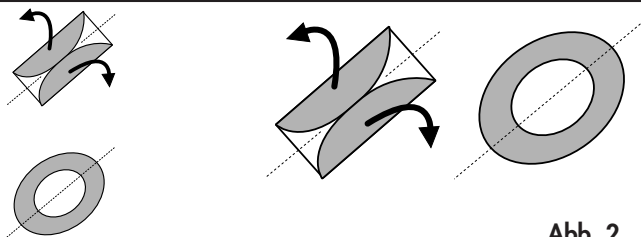

Abb. 2
b Legen Sie das Becken entweder links, wenn Sie von Punkt (A) der Symmetrie-Achse der vorbereiteten Fläche ausgehen, oder rechts, wenn Sie von Punkt (B) dieser Symmetrie-Achse ausgehen. Entfalten Sie das Becken nach rechts und anschliessend nach links, **Abb. 2**. **Hinweis: die gewählte Seite wird die Anschluss-Seite der Filteranlage sein.**